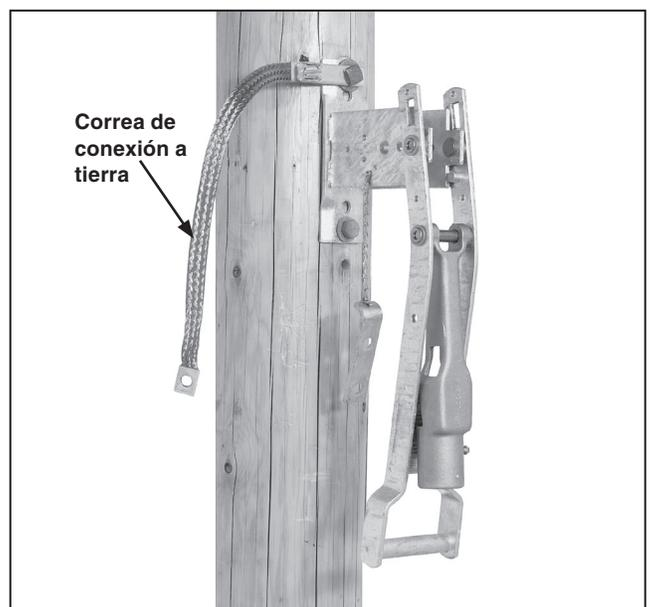

Figura 18. Montaje de la palanca de operación.
PASO 16. Monte palanca de operación como se muestra en el plano de montaje. Al mismo tiempo, use uno de los tornillos de montaje de la palanca de operación para enganchar un extremo de la correa de tierra (el extremo con el conector de la conexión a tierra enganchado) a la placa de montaje de la palanca. Ver Figura 18.■